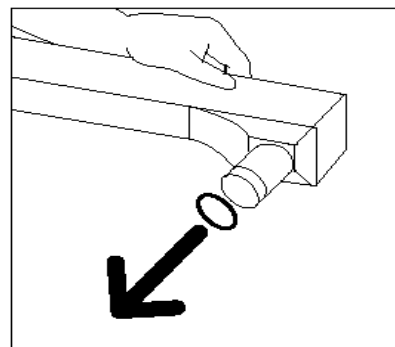

Figura 39: Retirar a tampa do Cartucho de óleo do fusor
- 9** Retire a tampa na extremidade do Cartucho de óleo do fusor, conforme ilustrado na Figura 39.